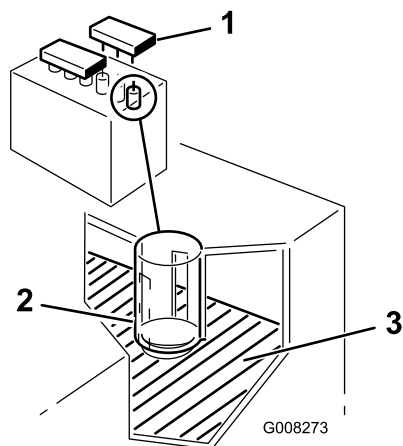

Figure 33
2. Enlevez les bouchons de remplissage. Si le niveau d'électrolyte n'atteint pas la partie inférieure du tube (Figure 33), ajoutez la quantité d'eau distillée requise (voir Ajout d'eau dans la batterie).
2. Enlevez les bouchons de remplissage (Figure 33).
3. Versez de l'eau distillée avec précaution dans chaque élément jusqu'à la partie inférieure du tube (Figure 33).